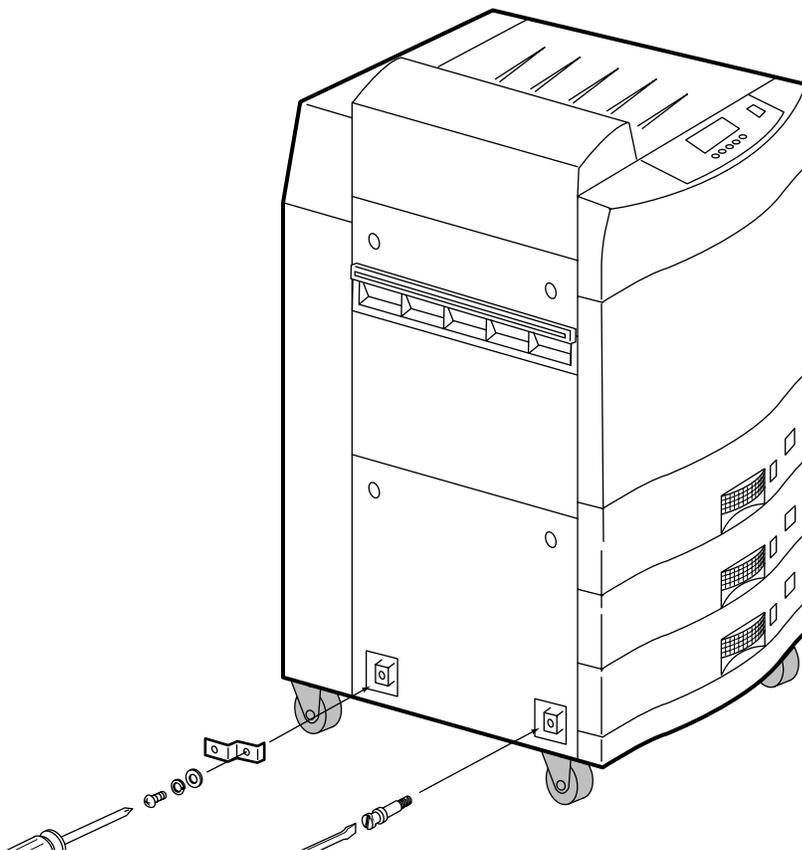

Abbildung 4-26 Halterung B und Verbindungsbolzen anbringen
3. Befestigen Sie die Halterung B mit der M6 x 12-Schraube an der unteren linken Seite des Druckers, und bringen Sie den Verbindungsbolzen an (siehe Abbildung 4-26).